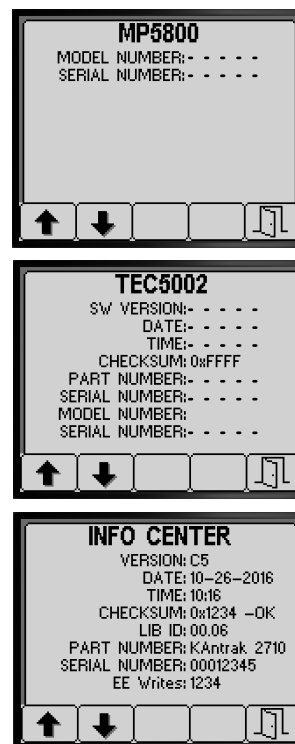

Figure 89
3. Appuyez sur le bouton 1 ou 2 pour parcourir l'écran des données machine, l'écran des données des contrôleurs TEC ou l'écran des données de l'InfoCenter (Figure 89).